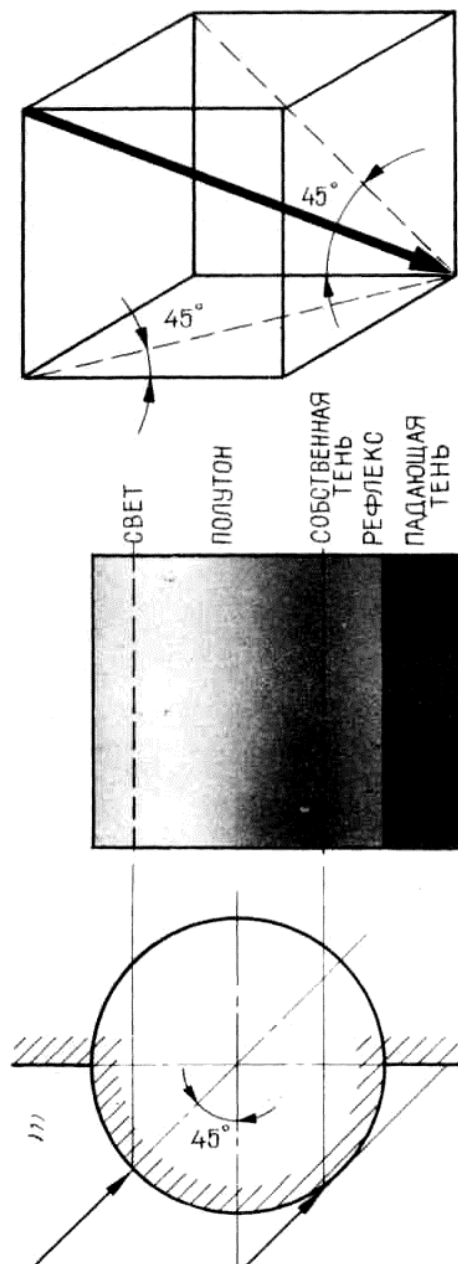

Рис. 1. Модель распределения тона
**Двухмерное изображение** может дать информацию о третьем измерении предмета (рис.1).